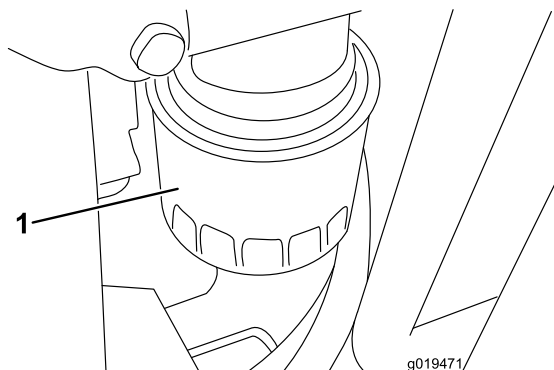

図 58
2. オイルフィルタ 図 58 を外す。新しいフィルタのシールに薄くエンジンオイルを塗って取り付け。締めすぎないこと。